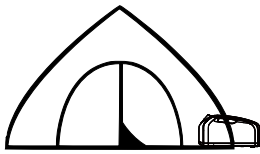

图 3
2. 当产品冷风出风端置于帐篷内时，冷凝器进风端和热风出风端需放在帐篷外，如图 3。